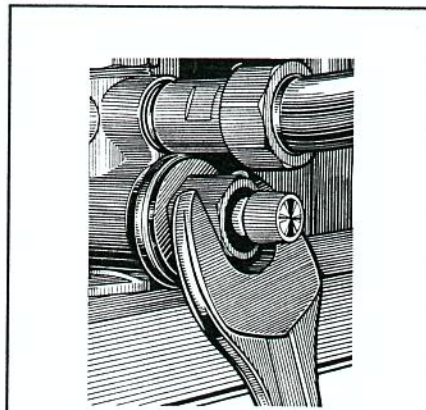

Fig. 3
- 4) Dévissez la tête de robinet avec une clé n° 24 (fig. 3).